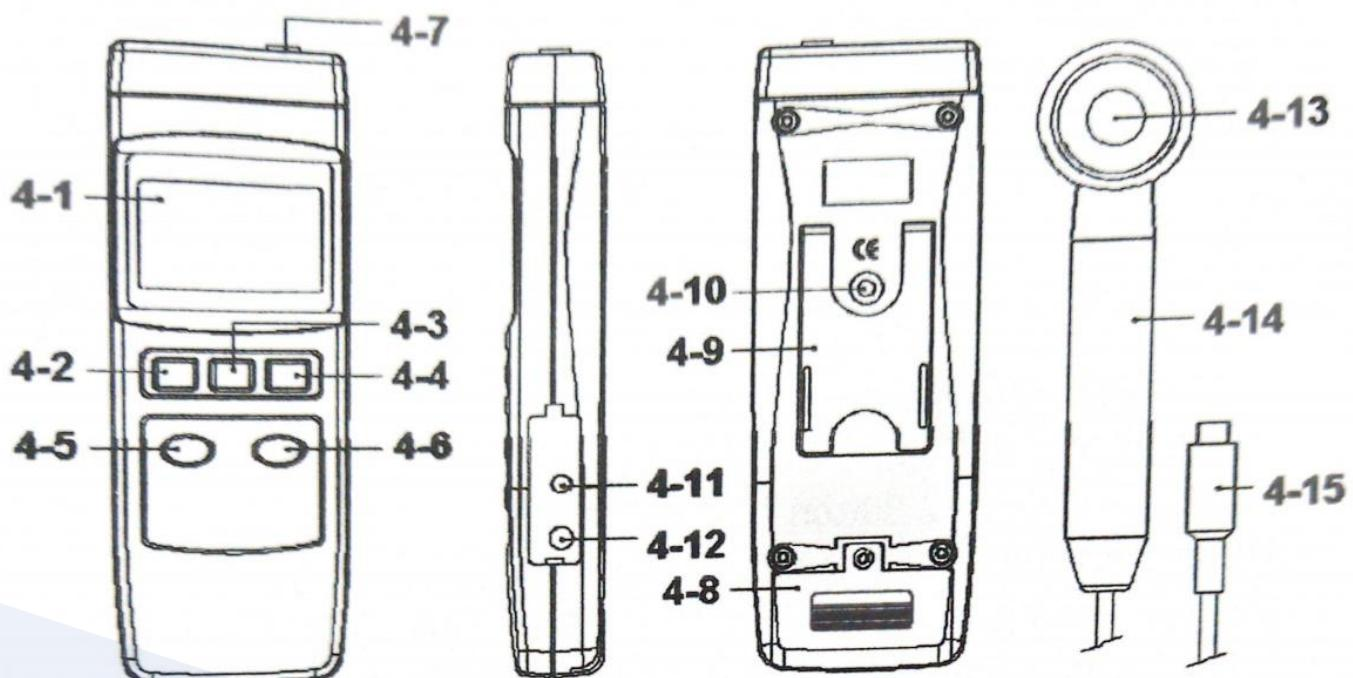

Fig. 1
- 1) Conecte el "Enchufe de la sonda" (4-15, Fig. 1) al "Toma de entrada" (4-7, Fig. 1).
- 2) Encienda presionando el "Botón de encendido" (4-2, Fig. 1).
*Después de encenderlo, si presiona el botón de encendido (4-2, Fig. 1) una vez más, se apagará el medidor.
- a. Seleccione el rango "2 mW/cm²" presionando el botón "2 mW/cm²" (4-5, Fig. 1).
- b. Seleccione el rango "20 mW/cm²" presionando el botón "20 mW/cm²" (4-6, Fig. 1).
- 4) Use la mano para sostener el "mango de la sonda UV" (4-14, Fig. 1) y oriente el "sensor UV" (4-13, Fig. 1) hacia el midiendo la luz UV en el lado opuesto, la pantalla (4-1, Fig. 1) mostrará los valores de luz exactamente.
Durante la medición, al presionar el botón "Hold" (4-3, Fig. 1) se congelará el valor de la pantalla, al mismo tiempo, la pantalla LCD mostrará el indicador "HOLD". Para liberar la función de retención de datos, simplemente presione el "botón de retención" nuevamente, luego el indicador "HOLD" desaparecerá y cancelará la función de retención de datos.
*La función de registro de datos registra el máximo y lecturas mínimas. Presione el "Botón REC" (4-4, Fig.1) una vez para iniciar la función de registro de datos y allí será un "REC." símbolo en la pantalla.
a) Presione el "Botón REC" (4-4, Fig. 1) una vez, el REC. MÁX. Aparecerá el símbolo junto con el valor máximo en la pantalla.
Si desea eliminar el valor máximo, simplemente presione el botón "Hold" (4-3, Fig. 1) una vez, luego la pantalla mostrará "REC" solo el símbolo y ejecuta la función de memoria continuamente.
b) Presione el "Botón REC" (4-4, Fig. 1) nuevamente, el botón "REC. MIN." El símbolo junto con el valor mínimo aparecerá en la pantalla.
Si desea eliminar el valor mínimo, simplemente presione el "botón de retención" (4-3, Fig. 1) una vez, luego
Cubra (en blanco) el sensor UV "(4-13, Fig. 1), presionando el botón Zero /Botón 2 mW/cm² "(4-5, Fig. 1) de forma continua durante al menos 3 segundos, la pantalla LCD llegará a cero valores.
El botón Cero (4-5, Fig. 1) solo se puede operar con el valor de visualización $\leq 0,1 \text{ mW/cm}^2$.
El instrumento tiene interfaz serie RS232 PC a través de un terminal de 3,5 mm (4-11, Fig. 1).
- 2) Abra la "Tapa de la batería" (4-8, Fig. 1) lejos del instrumento y retire la batería.